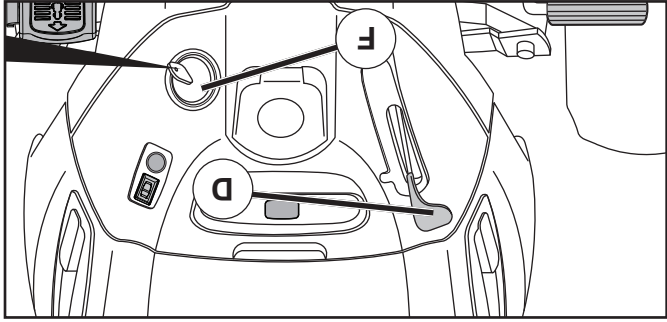

Fig. 19
PARA USAR EL CONTROL DE LA ACELERACIÓN (D) (Vea Fig. 19)